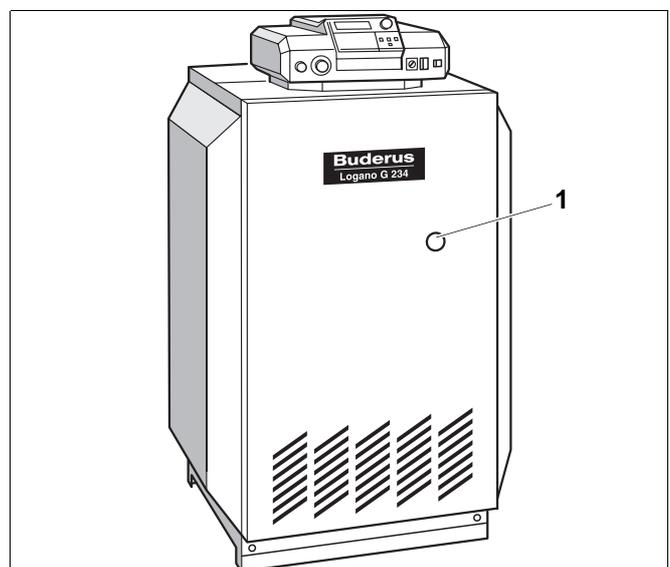

Abb. 26 Entstörtaster/Störlampe
- Leuchtet die Störlampe am Entstörtaster (Abb. 26, **Pos. 1**), Entstörtaster drücken.